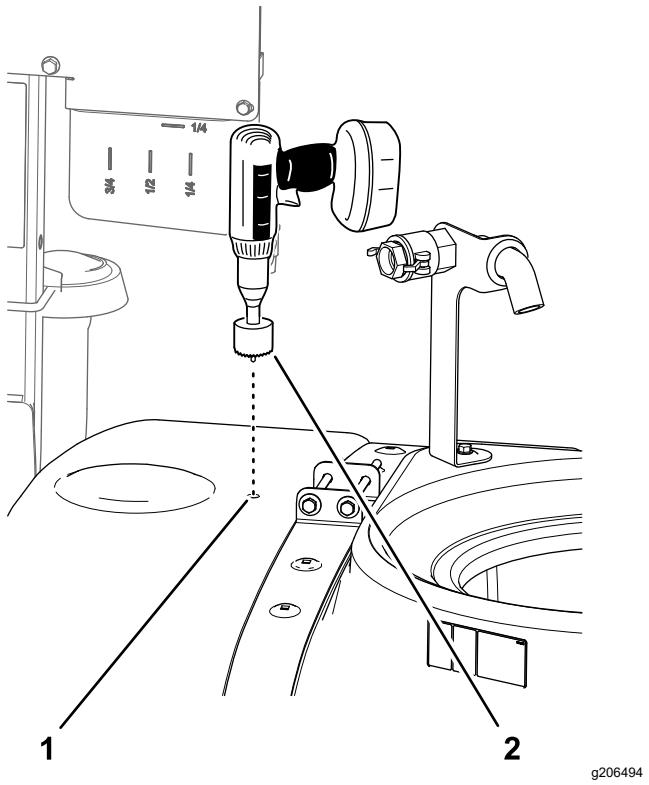

Figura 19
7. Ripetete i passaggi da **4** a **6** nel segno di foratura anteriore (**Figura 19**).